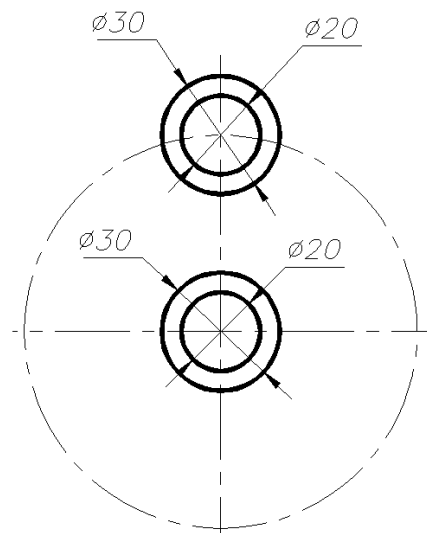

Рис. 48
- 3) В слое **КОНТУР** командой **Круг** провести окружности заданного диаметра (рис. 48).